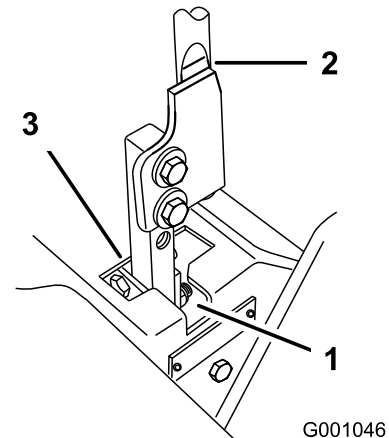

Figura 53
5. Mettete la leva in folle, senza bloccarla (Figura 53).